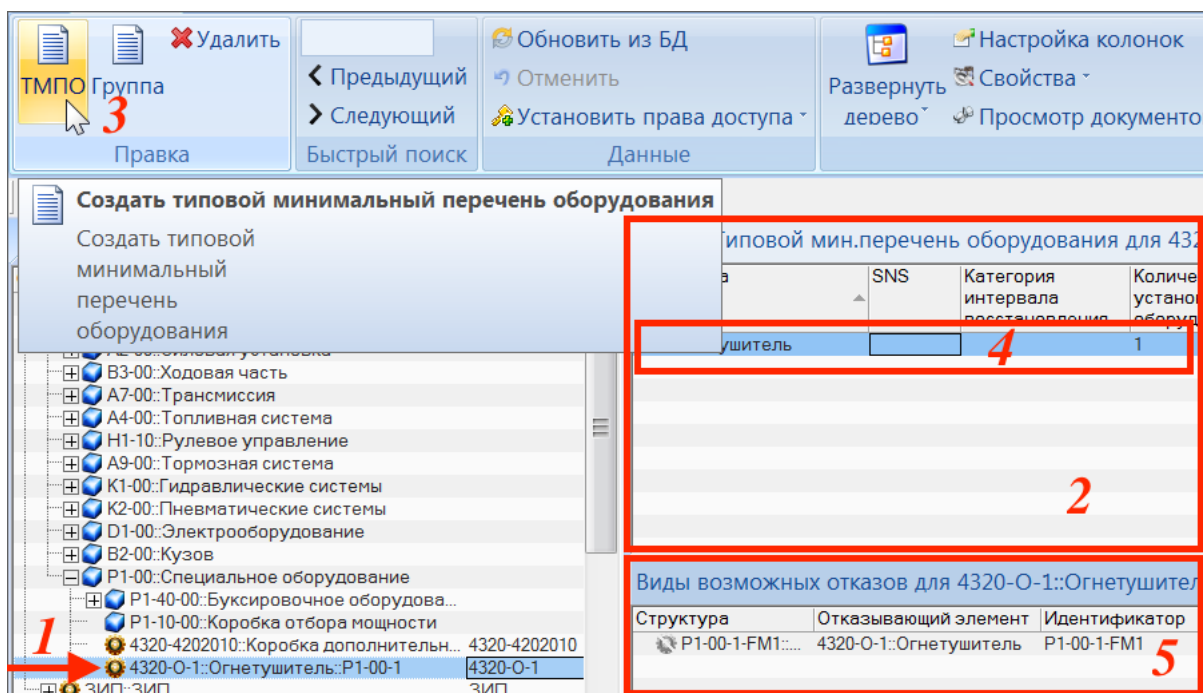

Рис. 15-4 – Создание элемента списка ТМПО
6) Для включения элемента ЛСИ в список ТМПО выбрать элемент в окне «Логистическая структура» (1, рис. 15-4), переместить фокус ввода в окно «ТМПО» (2) и нажать кнопку «ТМПО» (3) панели «Создать».